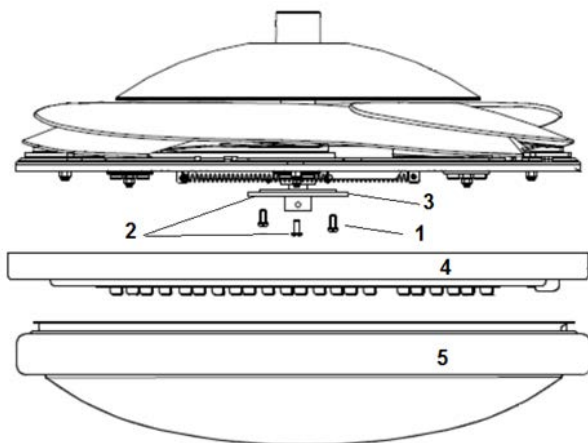

Fig. 6
- 1) Lösen Sie die Schraube (1) von der Basis der Deckenhalterung (3). Richten Sie die zwei Schlitzschrauben (2) auf die Schlitzte an der Lampenbasis (4) aus. Abb. 6
- 5) Installieren Sie abschließend die Lampe in der Lampenbasis, indem Sie diese im Uhrzeigersinn drehen. (5 – Abb. 6).